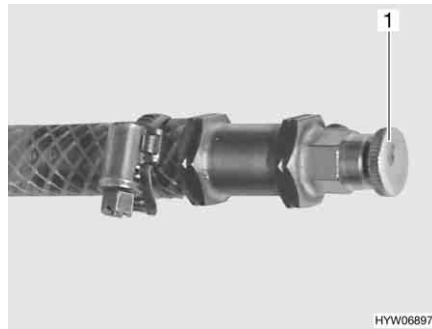

Fig. 229 Valvola di sfiato del riscaldamento ad acqua calda
- Aprire la valvola di sfiato (Fig. 229,1) e lasciare uscire tutta l'aria presente nel circuito.